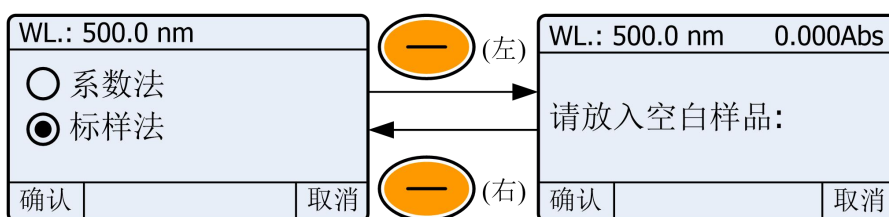

图 4-8
- 1) 选取标样法。 、 选择“建立曲线”，、 选择“标样法”， (左) 进入，仪器提示放入“空白样品” (图 4-8)；